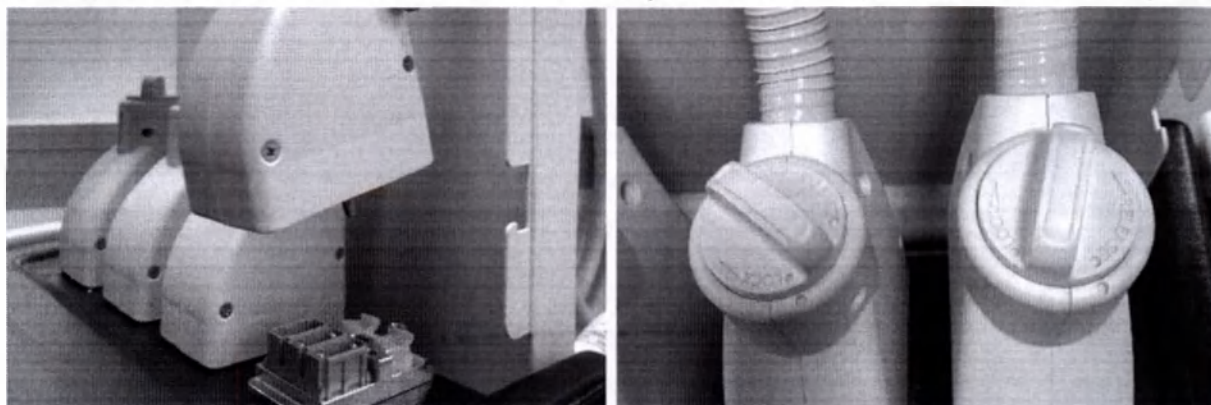

Рис.8.8 – Установка манипулы в разъем
8.4.3. Для подключения манипулы к Прибору совместите метку на воротке разъема манипулы в положении «Release» с меткой на разъеме манипулы как показано на рис.8.8.